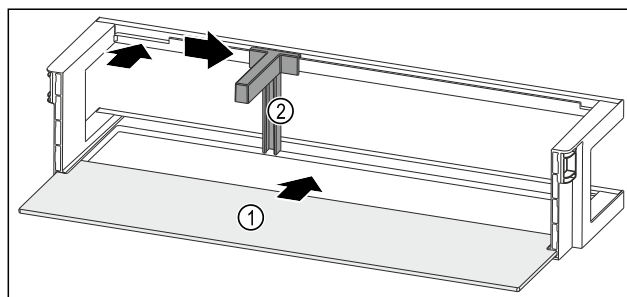

Fig. 206 Rafti i derës me raft mbajtës
- Futni raftin mbajtës Fig. 206 (1) në fole të anësore.
- Vendosni mbajtësen e shisheve Fig. 206 (2) te foleja.
- Shtyni anash mbajtësen e shisheve Fig. 206 (2) në pozicionin që dëshironi.